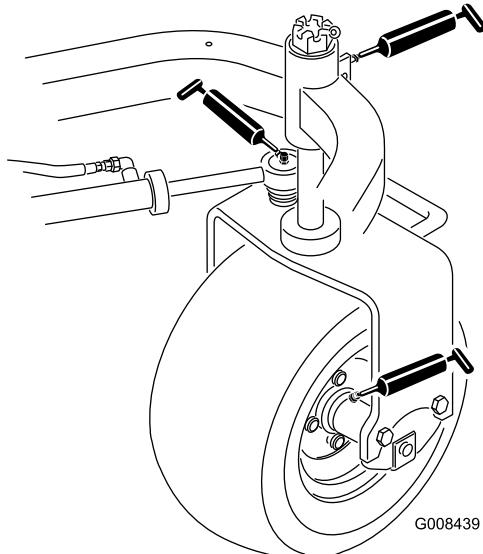

Figura 41
- Mozzo della ruota posteriore (1) (Figura 41)
- Cuscinetto della ruota orientabile (1) (Figura 41)
- Cilindro sterzante (2) (Figura 41)